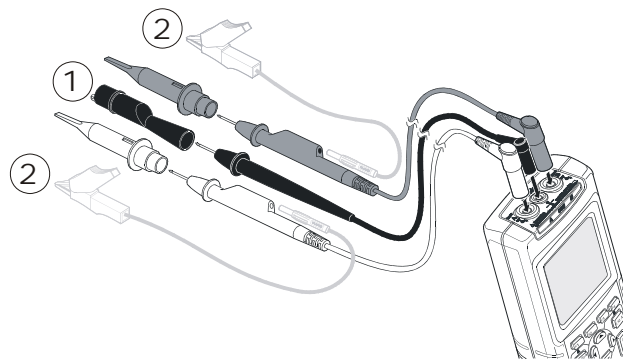

Figura 2-3. Configuración para la medida de voltios
Consulte la figura 2-3. Para una conexión a tierra correcta, conecte los conductores de masa cortos ② al mismo potencial de tierra. También puede utilizar el cable de prueba ① para la conexión a tierra. Consulte el apartado Conexión a tierra correcta en el capítulo 9.